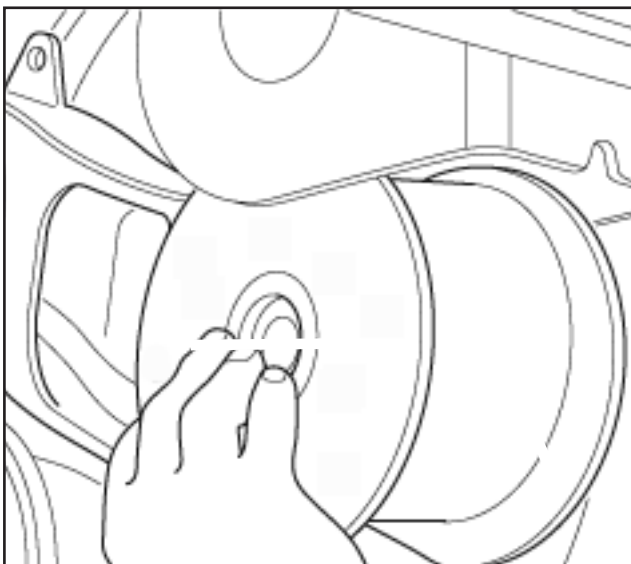

Fig 3.38
11. Remonter le bras oscillant sur le support de palier pendant (figure 3.38) et insérer des axes de pivot neufs.